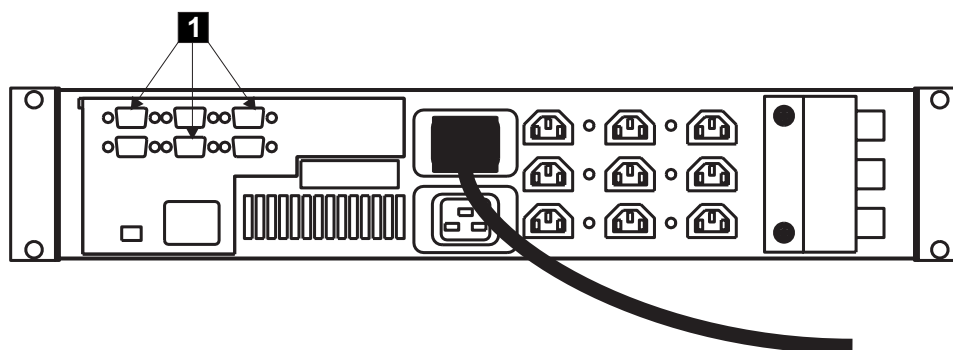

図 220. 2145 UPS シグナル・ケーブルの接続
- 2145 UPS の後部でシグナル・ケーブルを接続します。図 220 の **1** を参照してください。